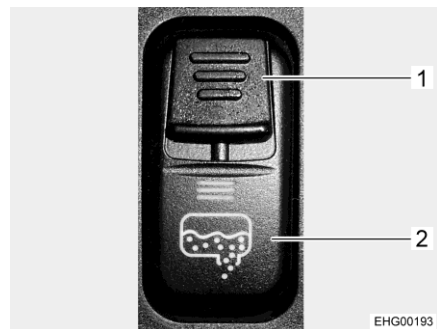

Bild 143 Wippschalter (Ablasshahn)
Der Ablasshahn für den Abwassertank wird über einen Wippschalter der Schalterkonsole im Fahrerhaus geöffnet und geschlossen. Um ein versehentliches Öffnen des Ablasshahns zu verhindern, ist der Wippschalter mit einem Sicherungsschieber (Bild 143,1) versehen. Das Ablaufrohr mit Anschluss für einen Abwasserschlauch befindet sich unter dem Fahrzeug.
- Sicherungsschieber (Bild 143,1) am Wippschalter (Bild 143,2) nach unten schieben und gleichzeitig Wippschalter unten drücken. Das Abwasserserventil wird dadurch geöffnet und der Abwassertank wird entleert. Die LED leuchtet, solange der Abwasserhahn geöffnet ist.
- Nachdem das Abwasser vollständig abgelaufen ist, den Ablasshahn wieder schließen. Dazu den Bedienschalter (Bild 143,1) oben drücken.